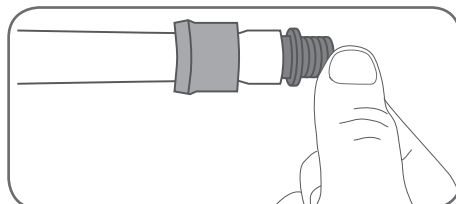

рис.12
4. Вставьте фитинг в трубу рис.12